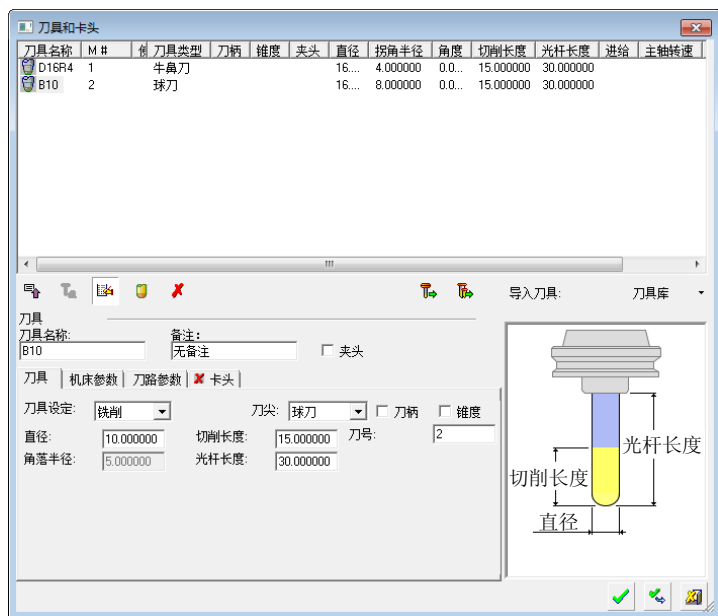

图 3-121 创建 B10 球刀
2) 创建 B10 球刀。单击“加工向导”工具栏上的“刀具”按钮 , 弹出“刀具和卡头”对话框, 单击新刀具按钮 , 设置刀具参数, 如图 3-121 所示。依次单击确定按钮 , 完成刀具创建。